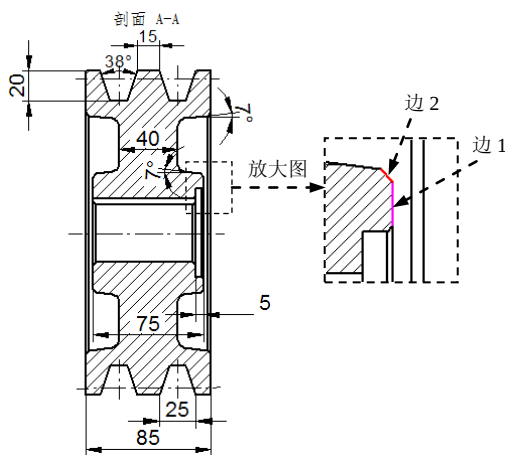

图 10.1.27 定义参照对象
(1) 单击 **主页** 选项卡 **尺寸** 区域中的  命令，单击“尺寸类型”按钮 ，然后在弹出的下拉菜单中选择  空白 选项。
(2) 单击“前缀”按钮 ，然后在 **前缀 (P)** 下面的文本框中输入“C2” 单击 **确定** 按钮。
(3) 在“倒斜角尺寸”命令条中“方位”下拉列表中选择**标注平行**选项。然后选择图 10.1.27 所示的边 1 为基线，选择图 10.1.27 所示的边 2 为测量对象。